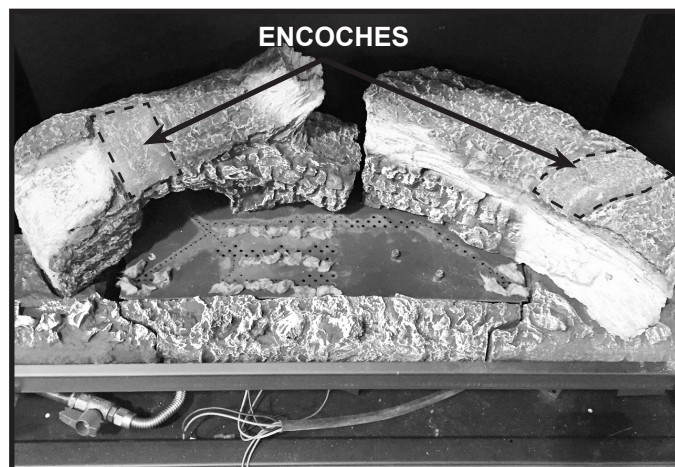
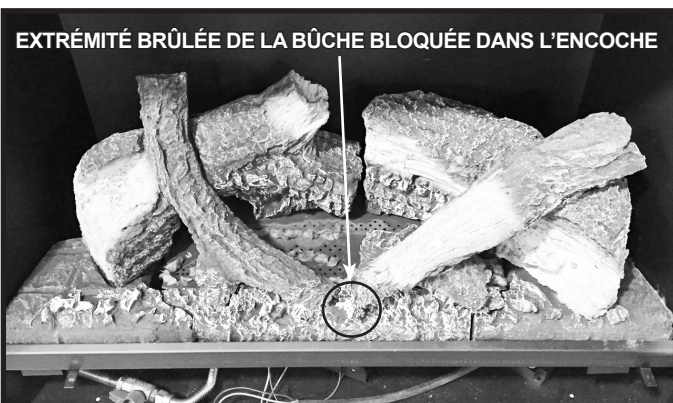

Figure 6. Glowing Embers® installés
Figure 9. Bûche supérieure droite installée - Jeu de bûches complet
- Les bûches supérieures de gauche et droite, lesquelles reposent en travers des bûches arrière gauche et droite, utilisent les « encoches » des bûches arrière gauche et droite pour se placer correctement. Voir la figure 6.
- Retirez la bûche supérieure gauche de l'emballage. Placez la bûche sur l'encoche de la bûche arrière gauche. L'encoche est montrée à la figure 6. Les deux points inférieurs de la bûche reposeront sur le composant de l'âtre du centre. Voir la figure 7.
- Retirez la bûche supérieure droite de l'emballage. Une encoche se trouve dans la bûche arrière droite, laquelle « loge » la bûche supérieure droite. L'encoche est montrée à la figure 6. L'extrémité brûlée de la bûche bloquera dans l'encoche du composant de l'âtre central. Voir la figure 9.